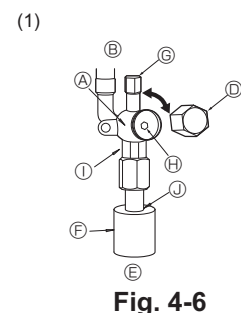

Fig. 4-6
- Côté liquide de la vanne d'arrêt (Fig. 4-6)